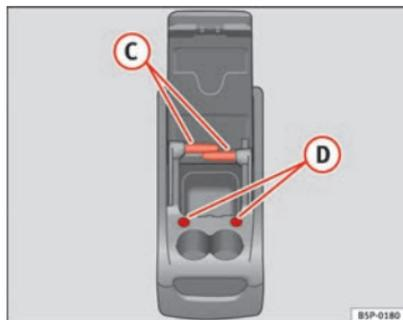

Fig. 115 Porta-objetos móvel. Funções
Para utilizar a mesa (C) ⇒ Fig. 115, tem de tirá-la do seu alojamento na lateral do porta-objetos móvel e colocá-la no seu alojamento (D) ⇒ Fig. 115 na parte frontal do porta-objetos móvel.